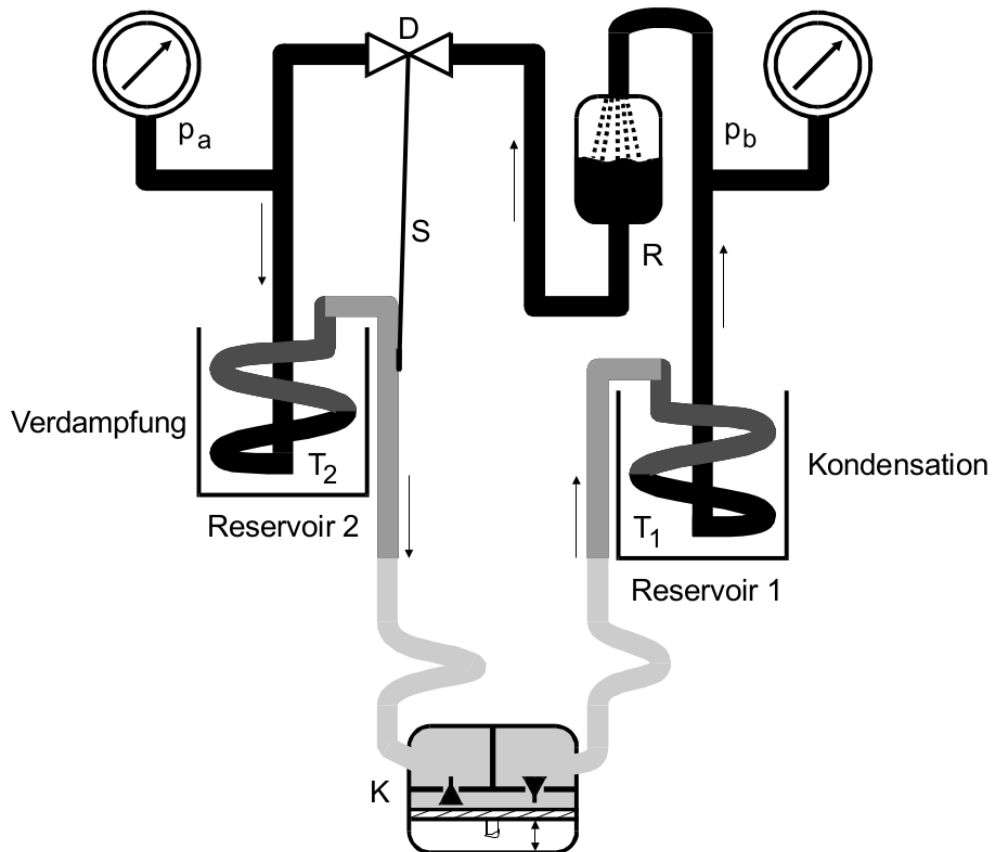

Abbildung 1: Prinzipieller Aufbau einer Wärmepumpe [1]
In Abbildung 1 ist T_2 das wärmeabgebende und T_1 das wärmeaufnehmende Reservoir. Der Wärmetransport erfolgt dabei über ein reales Gas, welches beim Fluss durch T_2 verdampft wird, also Wärme aufnimmt und in T_1 wieder verflüssigt wird und dabei seine aufgenommene Wärme wieder abgibt. (3)